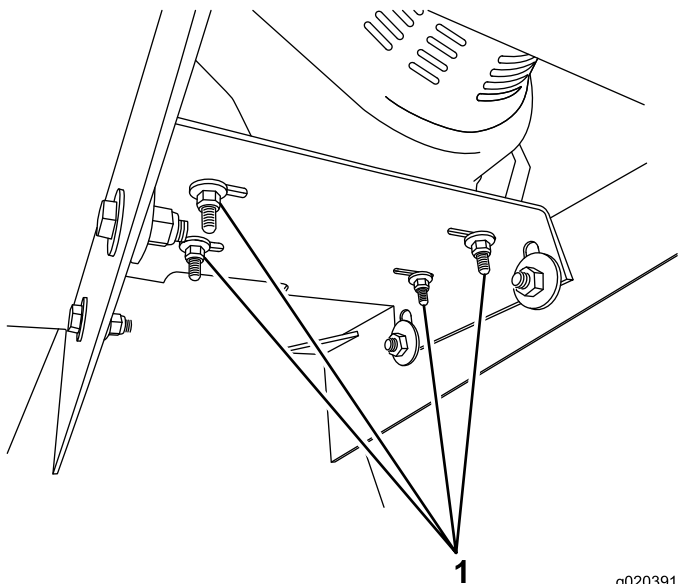

Figura 38
2. Retire los 4 pernos y tuercas que sujetan el motor a la chapa de montaje del motor (Figura 38).
1. Coloque el motor en la chapa de montaje del motor y alinee los taladros (Figura 38).